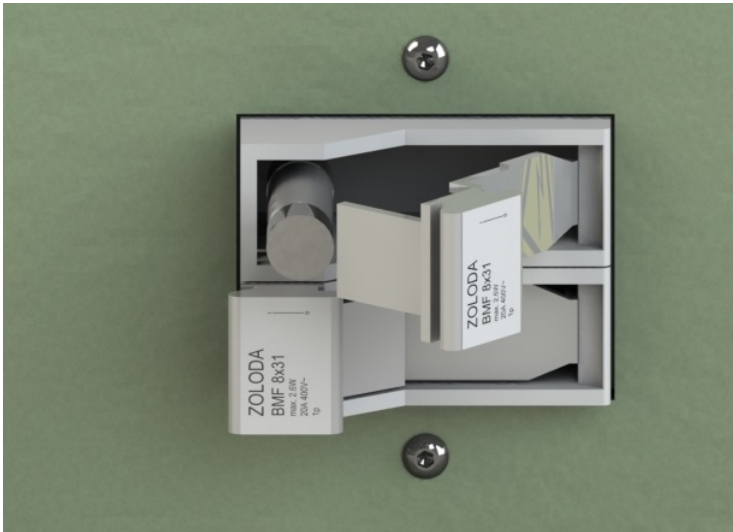

Figura 8: Caixa dos fusíveis
- Fusíveis: há dois fusíveis de ignição lenta de 31,5mm x 8,5mm, com 25 amperes (115V) ou 16 amperes (230V) - IEC 269-3-1, localizados na parte de trás da base do muller (Figura 8). Estes só devem ser substituídos por outros fusíveis de amperagem e tamanho equivalente.